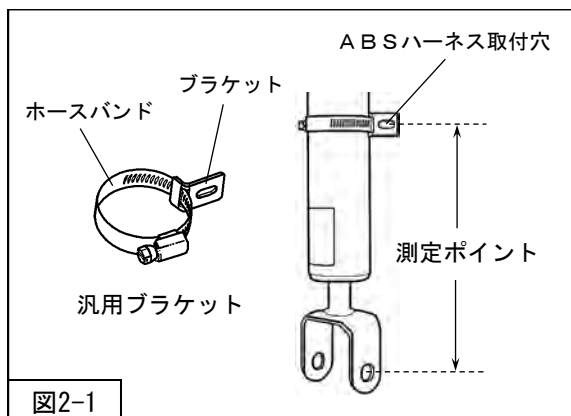

図2-1
1. 本製品にはABSセンサハーネスを固定するため、汎用ブラケット（ブラケット+ホースバンド）を同梱しています。測定ポイントが純正サスペンションと同じ距離・位置になるように、汎用ブラケットをフロントサスペンションASSYに固定してください。（図2-1）